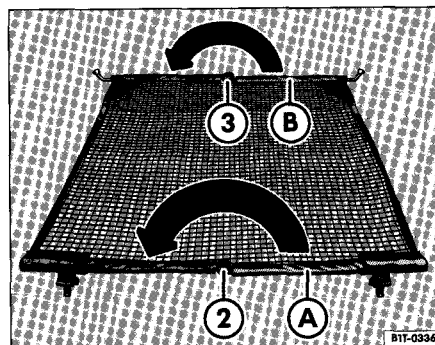

Fig. 103 Pliage du filet de separation
- Appuyez sur le bouton de deverrouillage fig. 103 ® et repliez la barre transversale ® dans le sens de la fleche en maintenant le bouton de deverrouillage enfonce.